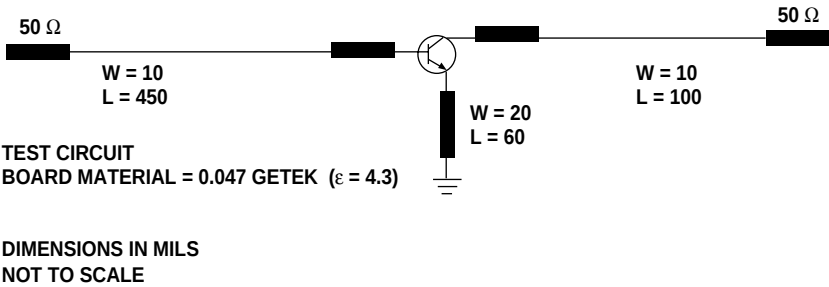

Figure 1. Test circuit for Noise Figure and Associated Gain.
- 図1のテスト回路を使用。この数字は回路のロスから計算された値です。図1の回路では入力は0.2dB、出力は0.3dBのロスが存在しています。